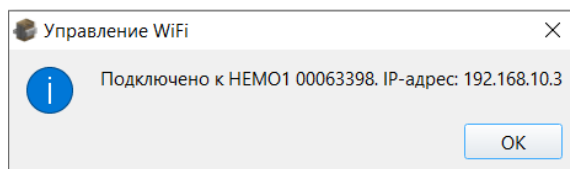

Рисунок 7
- При успешном подключении появится окно с информацией о подключении, см. Рисунок 7